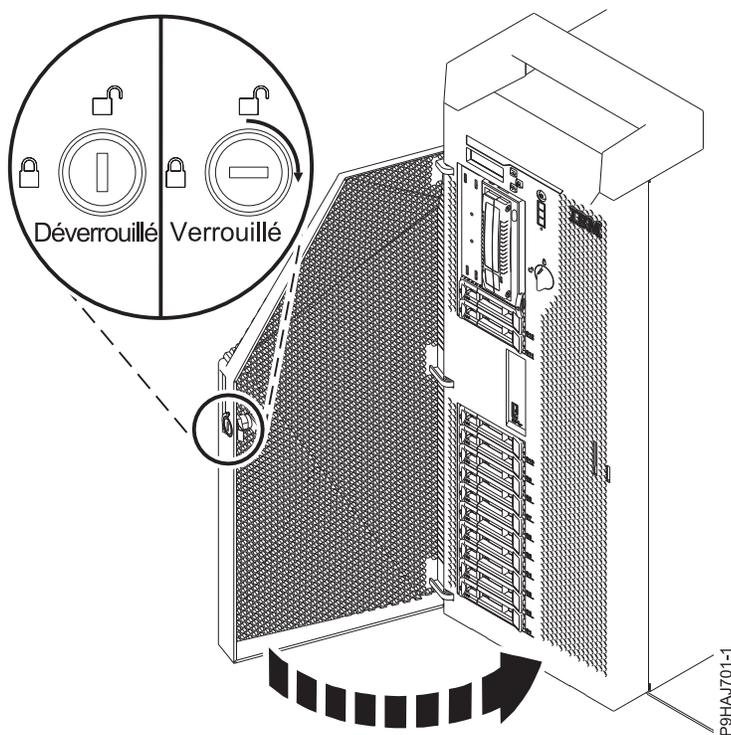

Figure 50. Verrouillage du volet avant
5. Fermez le volet avant. Insérez la clé du volet avant dans le verrou, comme illustré dans la figure 50, à la page 72. Tournez la clé vers la droite (dans le sens des aiguilles d'une montre) afin de verrouiller le volet. Horizontal correspond à la position verrouillée ; vertical correspond à la position déverrouillée.